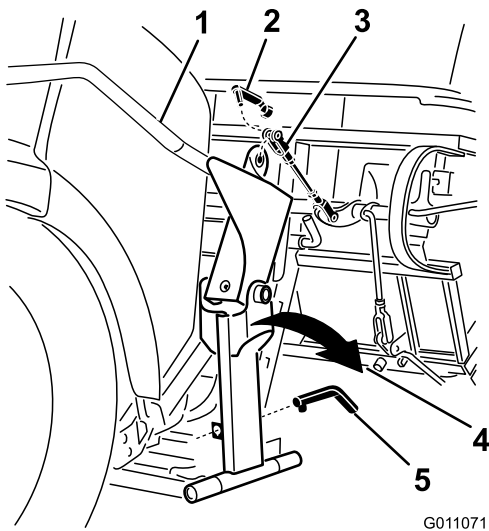

Bild 34
3. Entfernen Sie die Lastösenbolzenfeder, mit der das Joch am Griff befestigt ist (Bild 34).
4. Nehmen Sie den Stift aus dem Schlüsselloch, das den Griff befestigt (Bild 34).
5. Drehen Sie den Griff heraus, um an die Motorhaube zu gelangen (Bild 34).